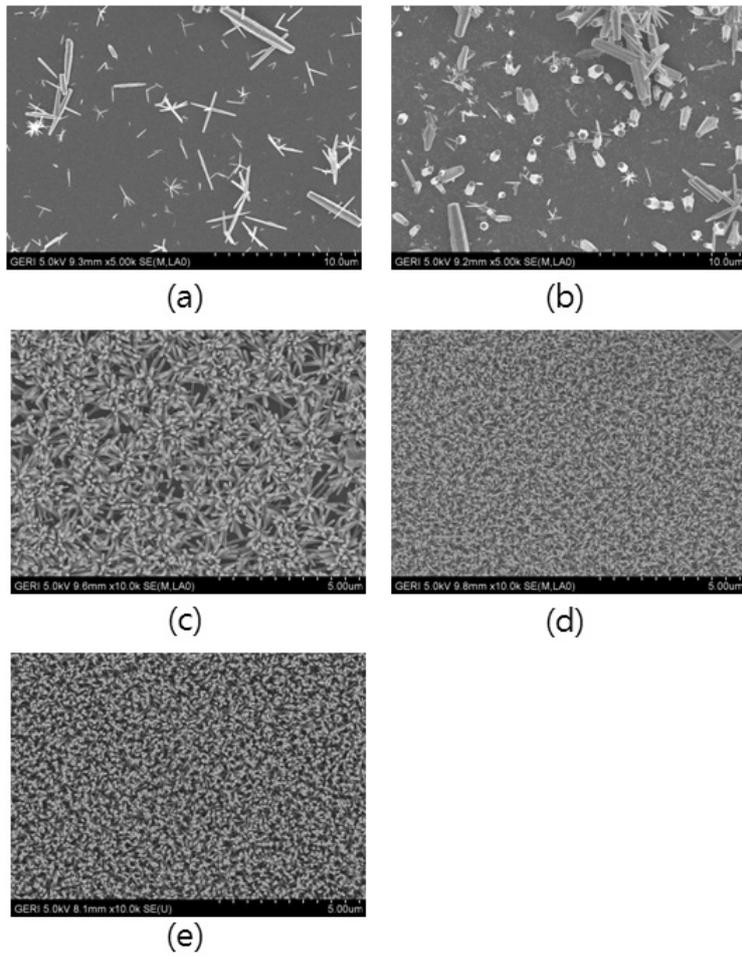
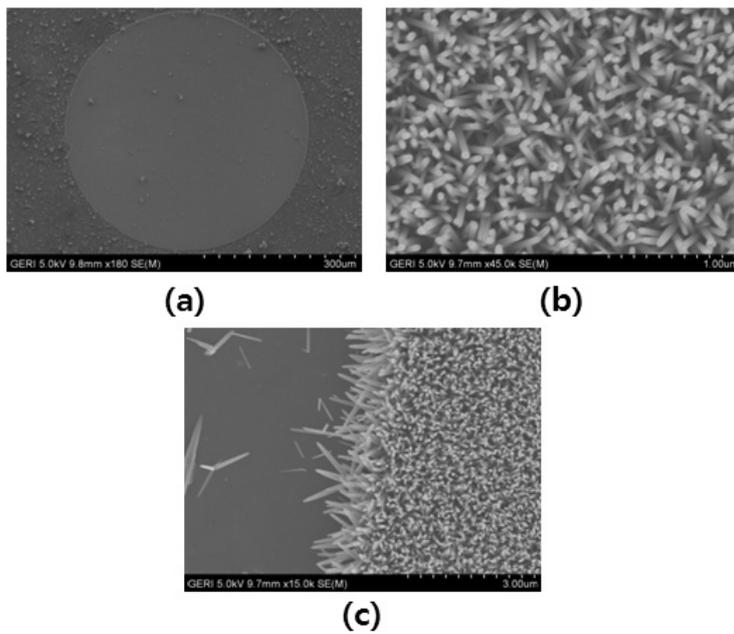

Fig. 3. 플라즈마 표면처리 시간에 따른 ZnO nano rods SEM 이미지. (a) 0 s, (b) 5 s, (c) 10 s, (d) 15 s, (e) 60 s.
Fig. 4. 패터닝 된 실리콘 웨이퍼 위에 성장시킨 SEM 이미지. (a) 전체 이미지 (b) 원 안 쪽 부분 (c) 패턴의 경계 부분.
소 분위기에서 플라즈마 표면 처리의 경우 기판 표면에 존재하는 수소와 탄소 유기물들이 산소와 반응하여 H2O와 CO2 등으로 제거되며 표면에 오존 결합을 유도하여 표면 에너지를 증가시키는 것으로 알려져 있다. ZnO 나노구조물을 성장시키는 방법으로는 MOCVD (Metal-Organic Chemical Vapor Deposited), PLD (Pulsed Laser Deposition), VLS (Vapor-Liquid-Solid), Sputtering, 습식화학합성법(Wet Chemical Method) 방법 등이 있다. 그중에서도 습식화학합성법은 쉽게 구성요소를 제어할 수 있고, 저비용 공정과 낮은 온도에서 성장 가능하며 플렉서블 소자에도 적용이 가능하다. 그러므로 본 연구에서는 플라즈마 표면처리에 따라 표면에너지를 변화하여 습식화학합성법으로 성장시킨 ZnO nanorods의 밀도를 제어하고 photolithography 공정 없이 패터닝 가능성을 유·무를 판단하는 연구를 진행하였다. 기판은 Si wafer (100)를 사용하였으며 세척 후 표면에너지 증가를 위한 플라즈마 표면처리를 실시하였다. 분위기 가스는 Ar/O2를 사용하였으며 입력전압 400 W에서 0, 5, 10, 15, 60초 동안 각각 실시하였다. ZnO nanorods의 seed layer를 도포하기 위하여 Zinc acetate dehydrate [Zn (CH3COO)2 · 2H2O, 0.03 M]를 ethanol 50 ml에 용해시킨 후 스펀코팅기를 이용하여 850 RPM, 15초로 5회 실시하였으며 80°C에서 5분간 건조하였다. ZnO rods의 성장은 Zinc nitrate hexahydrate [Zn(NO3)2 · 6H2O, 0.025M], HMT [C6H12N4, 0.025M]를 deionized water 250 ml에 용해시켜 hotplate에 올리고 300°C에서 녹인 후 200°C에서 3시간 성장시켰다. ZnO nanorods의 성장 공정은(Fig. 1)과 같다. 먼저 플라즈마 처리한 시편의 표면에너지 측정을 위해 접촉각 측정 장치[KRUSS, DSA100]를 이용하였다. 그 결과 0, 5, 10, 15, 60 초로 플라즈마 표면 처리했던 시편이 각각 Fig. 1, 2와 같이 79°, 43°, 11°, 6°, 7.8°로 측정되었으며 이것을 각각 습식화학합성법으로 ZnO nanorods를 성장 시켰을 때 Fig. 3과 같이 밀도 차이를 확인할 수 있었다. 이러한 결과를 바탕으로 기판의 표면에너지를 제어하여 Fig. 4와 같이 나타나며 photolithography 공정 없이 ZnO nanorods를 패터닝을 할 수 있었다. 본 연구에서는 플라즈마 표면 처리를 통하여 표면에너지의 변화를 제어함으로써 ZnO nanorods 성장의 밀도 차이를 나타냈었다. 이러한 저비용, 저온 공정으로 O2, CO, H2, H2O와 같은 다양한 화학종에 반응하는 ZnO를 이용한 플렉시블 화학센서에 응용 및 사용될 수 있고, 플렉시블 디스플레이 및 3D 디스플레이 소자에 활용 가능하다.